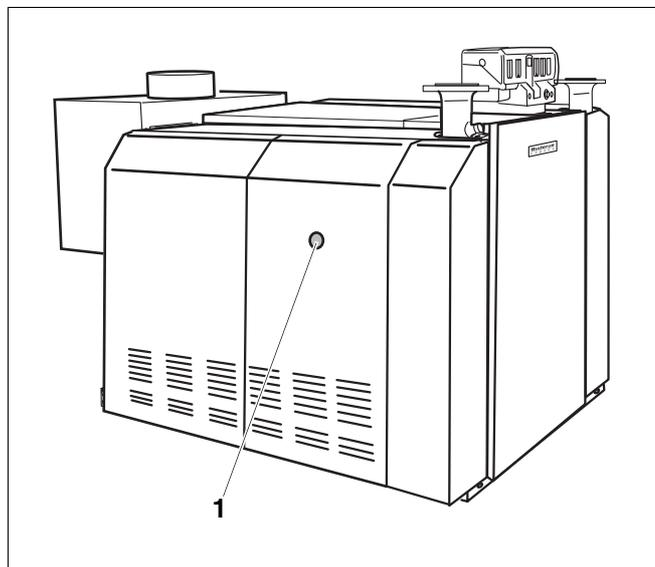

Fig. 8 Tasto di riarmo
- Premere il tasto di riarmo (fig. 8, **pos. 1**). Se, dopo aver azionato più volte il tasto di riarmo, il bruciatore di gas non riparte (vedere capitolo 11 "Eliminazione delle disfunzioni", pag. 58).